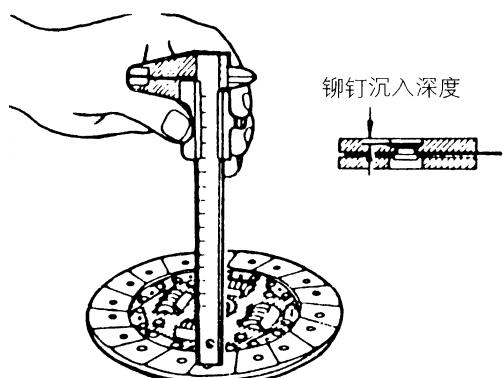

图 3-8 检查膜片弹簧端是否磨损
(1) 如图 3-8 所示, 检查膜片弹簧端是否磨损和高度是否均匀。如果磨损明显以及高度差超过极限值则应更换, 极限值为 0.5mm。
(1) 检查表面有无松动的铆钉、接触不均匀、由于卡住引起的损伤、机油或润滑脂的粘结, 如果有问题则应更换离合器片。
(2) 测量铆钉沉入深度, 其极限值为 0.3mm。如果超出规定值则应更换离合器片 (图 3-8)。
(3) 检查扭力弹簧的游隙和有无损伤, 如果有问题则应更换离合器片。
(4) 将离合器片连到输入轴上, 检查转动方向的活动状况和游隙。如果活动不灵活或游隙过大, 则在清洗和重新装配后应再检查, 再检查时如游隙过大, 则应更换离合器和/或输入轴。